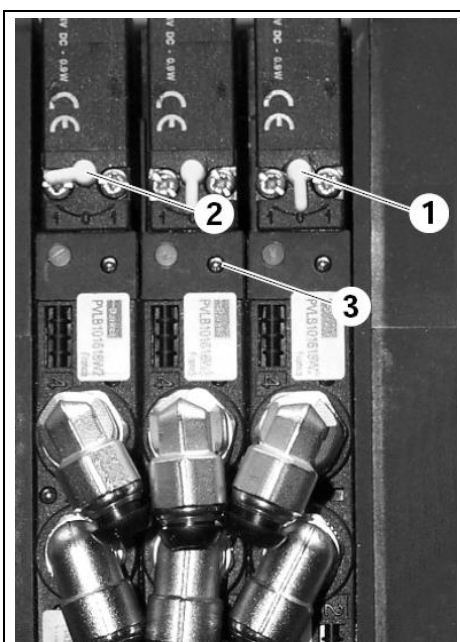

Fig. 12.7-4
- Para abrir uma válvula magnética: Desloque a alavanca de emergência amarela manualmente da posição central 0 (Fig. 12.7-4, Pos. 1) para uma das posições 1 (Fig. 12.7-4, Pos. 2).
- Caso a válvula magnética que se pretende atuar tiver o diodo luminoso (LED) aceso (Fig. 12.7-4, Pos. 3), será impossível fazer uma ação manual da mesma!